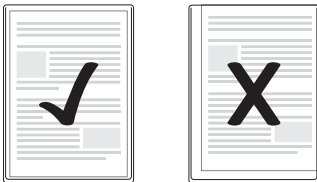

Abb. 1
- ▶ Achten Sie darauf, dass alle Ränder des Dokuments mindestens zwei Millimeter Abstand zum Rand der Folientasche haben müssen, wie in Abb. 1 dargestellt.
- ▶ Achten Sie darauf, dass alle Ränder des Dokuments mindestens zwei Millimeter Abstand zum Rand der Folientasche haben müssen, wie in Abb. 1 dargestellt (siehe S. 64).